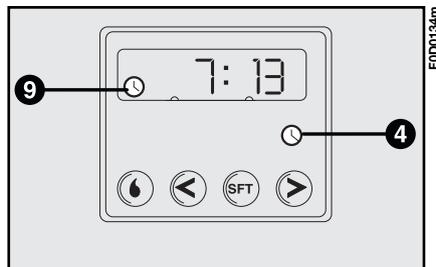

fig. 88
– Presione el pulsador **4**: la pantalla y el testigo **9**-fig. 88 se iluminarán.
## Lectura de la hora actual fig. 88